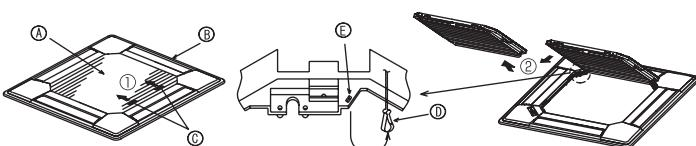
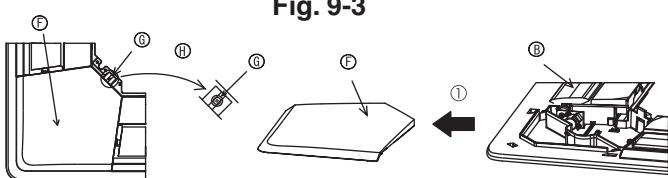

Fig. 9-3
Fig. 9-4
#### 9.2.1. Retrait de la grille d'admission (Fig. 9-3)
#### 9.2.2. Retrait du panneau en coin (Fig. 9-4)
- Retirer la vis du coin du panneau en coin. Faire glisser le panneau comme indiqué par la flèche ① pour le déposer.
- [Fig.9-3] [Fig.9-4]